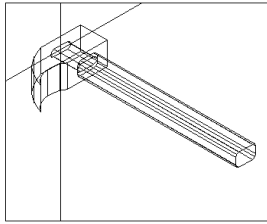
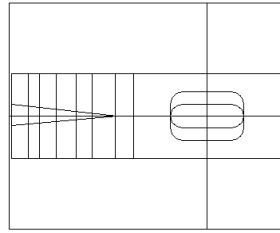

图 15-35
图 15-36
(21) 重复上述指令，将手柄的四条棱均进行圆角处理，结果如图 15-35 所示。
(22) 单击  按钮或者执行 `View→3D Views→Right` 命令。
(23) 作多义线。单击  按钮或者在命令行直接输入 `pline`，结果如图 15-36 所示。